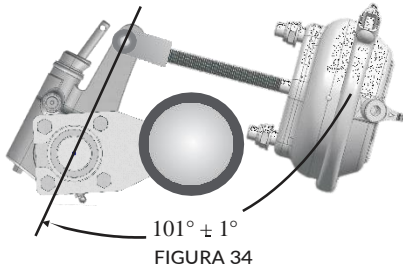

FIGURA 34
- Con los frenos sueltos, verifique si el ángulo formado por la varilla y la palanca ajustadora es de  $101^\circ \pm 1^\circ$  (Figura 34). Todas las palancas ajustadoras deberán tener el mismo ángulo;